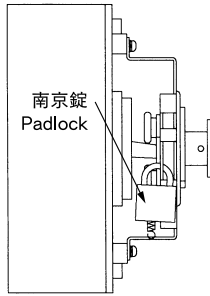

図13 Fig. 13
- ・扉開状態でのFAB、ELBのロック 図13
- ・ Locking FAB or ELB with the door open : Fig. 13